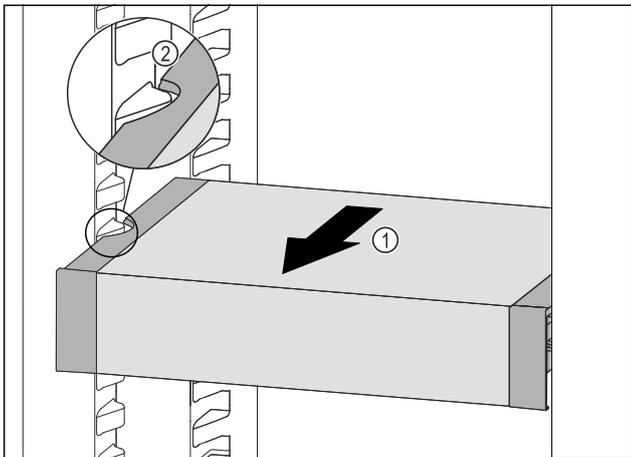

Fig. 92
- Tirare VarioSafe in avanti Fig. 92 (1) fino a quando le cavità laterali di VarioSafe non si trovano al livello della nervatura del contenitore nel vano frigorifero. Fig. 92 (2)